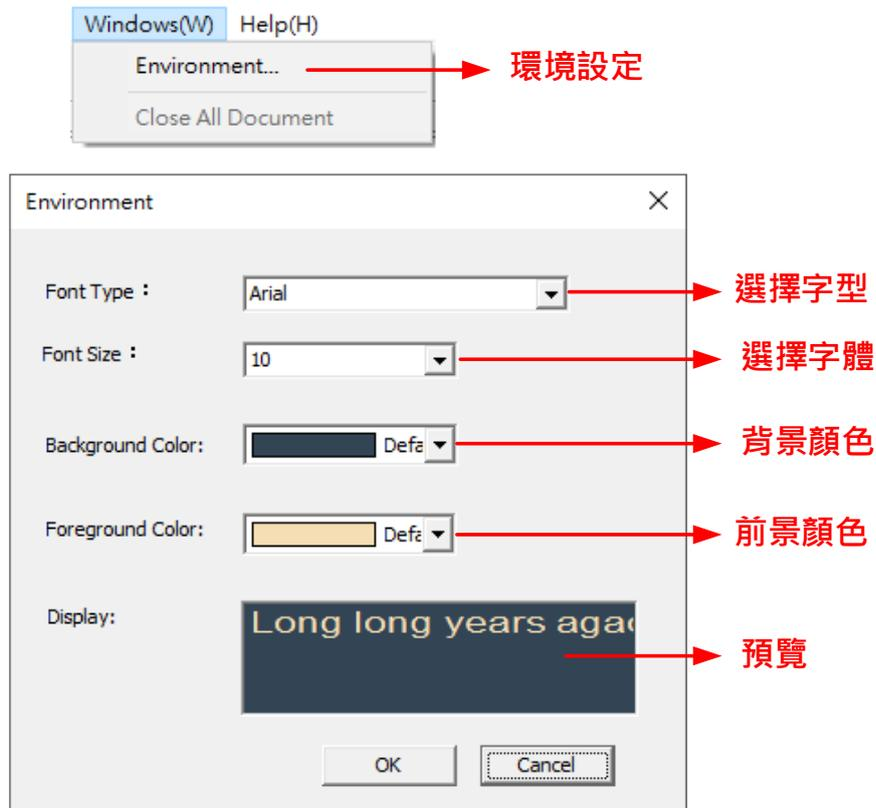

图 2-6
- 当点击命令菜单栏 'Windows' 出现选择画面，如图 2-6。